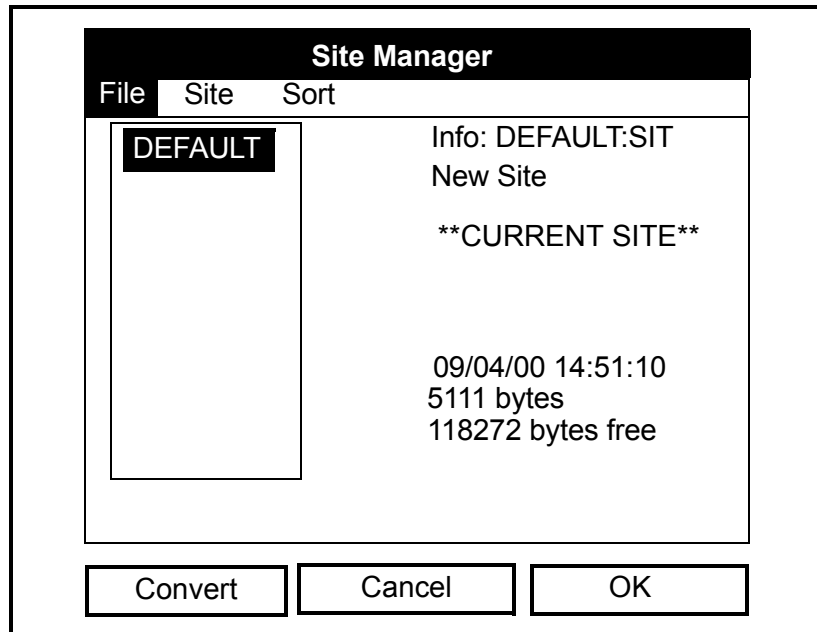

Figura 4-2: A Janela Site Manager (Gestor de Local)
2. Com o *Site Menu* (Menu Local) seleccionado, desloque-se até à opção *Site Manager* (Gestor de Local) e pressione [ENTER]. Surgirá um ecrã semelhante ao da Figura 4-2 abaixo.
Deve agora decidir se pretende utilizar o local que foi seleccionado na janela *Site Manager* (Gestor de Local) (consulte Figura 4-2 na página 4-2) como modelo para o novo local:
1. Seleccione o local pretendido na janela *Site Manager* (Gestor de Local) (consulte Figura 4-2 na página 4-2).
1. A partir de *Site Manager* (Gestor de Local) (consulte Figura 4-2 na página 4-2), pressione [MENU] para abrir o menu *File* (Ficheiro).
Para actualizar o medidor com a informação mais actualizada, aceda ao *Site Manager* (Gestor de Local) (consulte Figura 4-2 na página 4-2). De seguida, proceda da seguinte forma:
1. Selecione o local que se encontra no *Site Manager* (Gestor de Local) (consulte Figura 4-2 na página 4-2) e pressione [MENU] para abrir o menu *File* (Ficheiro).
1. Seleccione o local que se encontra no *Site Manager* (Gestor de Local) (consulte Figura 4-2 na página 4-2) e pressione [MENU] para abrir o menu *File* (Ficheiro).